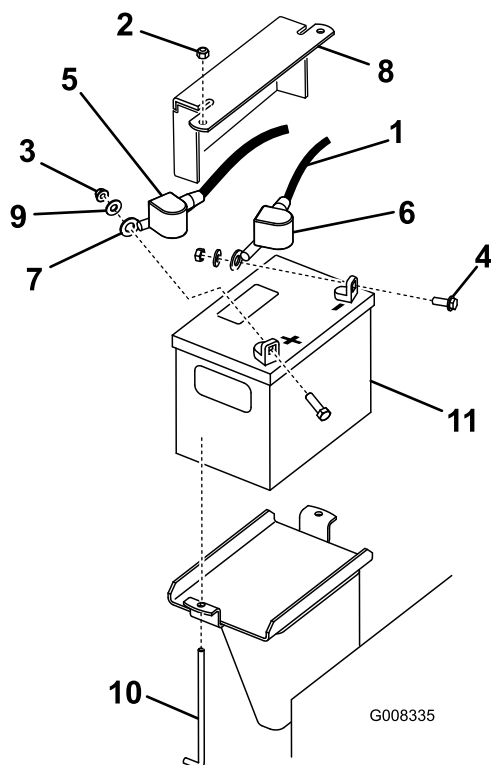

Figure 41
3. Enlevez le capuchon en caoutchouc noir qui protège le câble négatif. Débranchez le câble négatif de la batterie de la borne négative (-) de la batterie (Figure 41).
- Ôtez le capuchon rouge de la borne positive (rouge) de la batterie. Débranchez ensuite le câble positif (rouge) de la batterie (Figure 41).
- Enlevez la plaque de maintien, les boulons en J et les contre-écrous de fixation de la batterie (Figure 41) et retirez la batterie.
- Placez la batterie sur la machine (Figure 41).
- Commencez par relier le câble positif (rouge) à la borne positive (+) de la batterie avec un écrou, une rondelle et un boulon (Figure 41). Glissez le capuchon de caoutchouc sur la borne de la batterie.
- Reliez ensuite le câble négatif et le câble de masse à la borne négative (-) de la batterie avec un écrou, une rondelle et un boulon (Figure 41). Glissez le capuchon de caoutchouc sur la borne de la batterie.